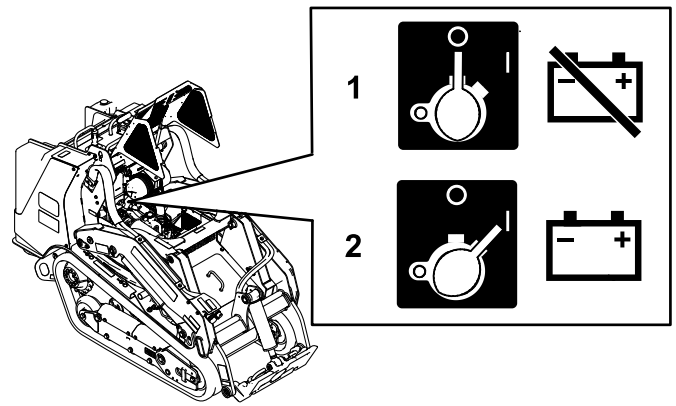

Figura 52
- Para que la máquina reciba energía eléctrica, gire el interruptor de desconexión de la batería en sentido horario a la posición de ENCENDIDO (Figura 52).
de la batería en sentido antihorario a la posición de APAGADO (Figura 52).